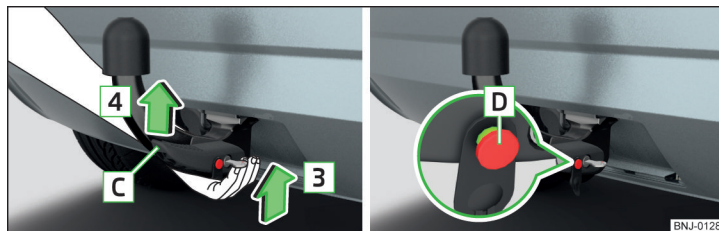

Рис. 155 Вставте штангу з шаровою голівкою/розчіплювальний палець у висунутому положенні
- Візьміть штангу з шаровою голівкою **знизу** » Рис. 155 і вставляйте її у прийомний отвір у напрямку стрілки **3**, поки вона чутно не защепнеться » **!**